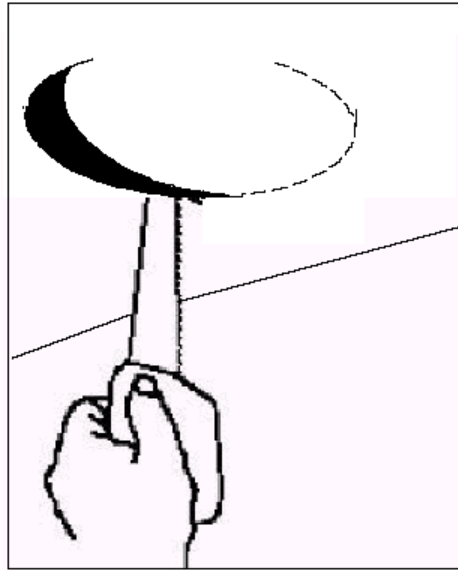

Figura 33
- 3) Realice el agujero en el techo, (Figura 33)